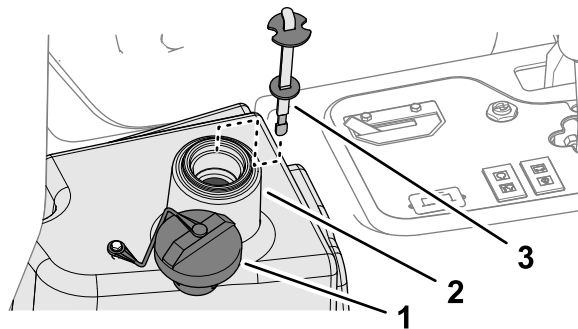

Figura 90
4. Riempite il serbatoio idraulico (Figura 90) con circa 22,7 litri di fluido idraulico; fate riferimento a Specifiche del fluido idraulico (pagina 62).